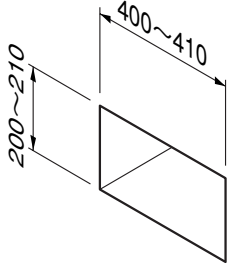
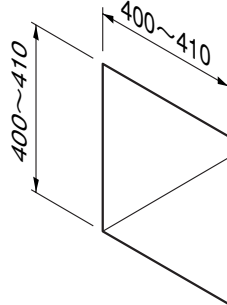
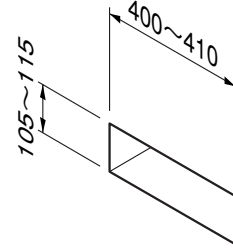

図4-1 1B05 S型・N型
図4-2 2B05 S型・N型
図4-3 1B15 S型・2B15 S型
❶ ポストの取付け部に図4-1、図4-2、図4-3の寸法を確保してください。